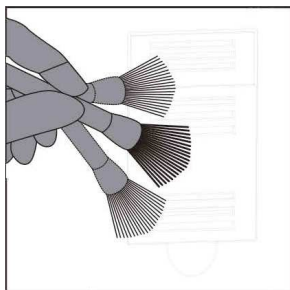

Рис. 8
1. Корпус устройства (8) и переднюю крышку (1) очищайте сухой мягкой и чистой тканью, смоченной водой, а затем протрите насухо. При сильных загрязнениях вы можете использовать немного мягкого моющего средства. Особое внимание прикладывая к чистоте места, в котором устанавливаются фильтры, а также мест, в которых циркулирует воздух.
2. Фильтр предварительной очистки (2) осторожно очистите пылесосом, а затем промойте в теплой воде и высушите. В случае обнаружения механических повреждений замените фильтр новым.
3. Фильтр HEPA (3) и угольный фильтр (4) можно очистить с помощью щетки с очень мягким ворсом. Действия выполняйте очень аккуратно, чтобы не повредить фильтры. Не погружайте фильтры в воду, их следует чистить только сухим методом. Очиститель оснащен индикатором необходимости замены фильтра. Это сигнализируется пульсацией индикатора выключателя очистителя (6m). После замены фильтров сбросьте индикатор путем нажатия и удержания кнопки Reset (6e) в течение не менее 5 секунд. Фильтры меняйте не реже, чем раз в 12 месяцев, даже если прибор не сигнализирует еще необходимости их замены.
4. Фотокаталитический фильтр (5) меняйте раз в 3 года. Периодически выставляйте фотокаталитический фильтр на воздействие прямых солнечных лучей (мин. 2 ч.) Это позволит в полной мере сохранить его эффективность.
- крышку датчика (12) очистите от пыли мягкой кисточкой (рис. 8).